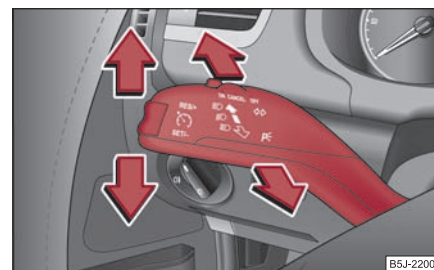

Fig. 51 Maneta de acționare a luminilor de semnalizare și a luminii de drum
- Apăsăți maneta luminii de drum în față, pentru a aprinde lumina de drum ⇒ pagina 57, fig. 51.
- Apăsați maneta în sus, respectiv în jos => fig. 51.